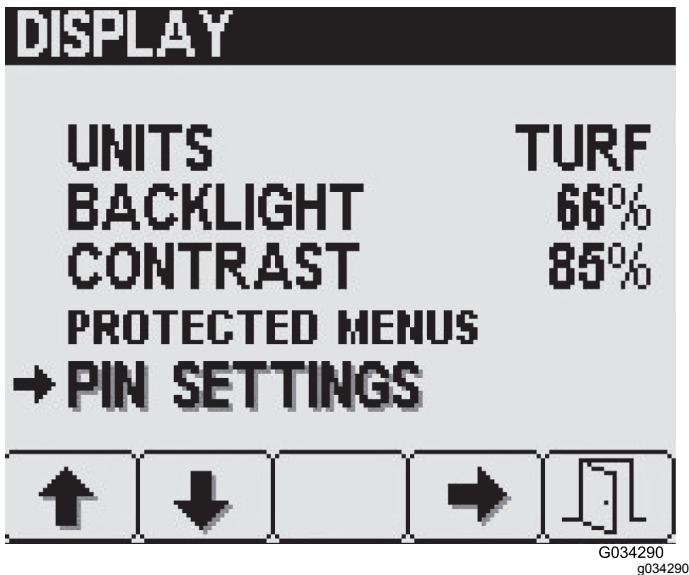

図 31
1. 表示 Display 画面でボタン2で PIN 設定 PIN Settings へ移動し、ボタン4でそれを選択する 図 31。
1. PIN 設定PIN Settings画面でボタン2で PIN 変更PIN Changeへ移動し、ボタン4でそれを選択する 図 31。